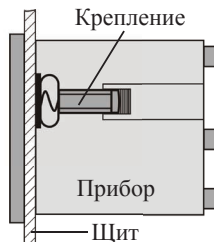

Рис. 3 – Установка прибора
3. Закрепите прибор в щите с помощью креплений (входят в комплектацию прибора) таким образом, чтобы щит оказался между передней панелью и креплением (см. рис. 3)